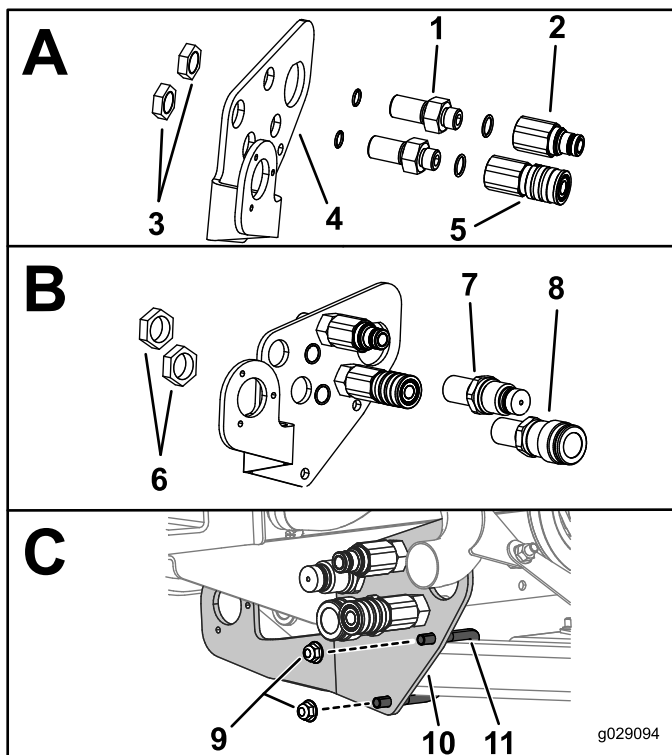

Рисунок 17
1. Установите штуцеры на плиту перегородки, как показано на Рисунок 17.
2. Установите, не затягивая, плиту перегородки на раму, используя U-образный болт и две фланцевые гайки (3/8 дюйма), как показано на виде С на Рисунок 17.